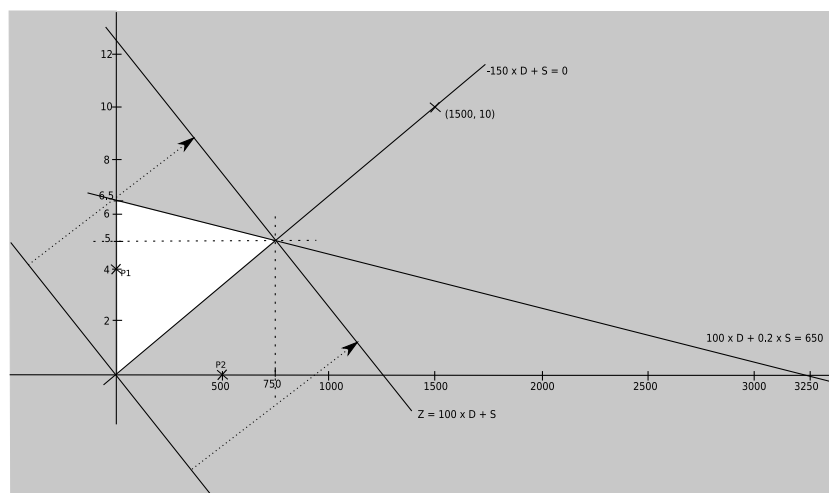

FIG. 2.32 – Résolution géométrique
Pour délimiter le domaine des solutions admissible (voir figure 2.32) :
- on trace la droite  $-150 \times D + S = 0$ . Elle divise notre plan en deux. D'un coté il y a des valeurs admissibles et de l'autre des valeurs qui ne répond pas à la contrainte (il faut que  $-150 \times D + S \leq 0$ ). Ici comme il y a un nombre négatif dans les facteurs, la logique de dire «inférieur veut dire en dessous de la droite» ne tient pas. Pour trouver de quel coté de cette droite se trouvent les valeurs admissibles, il suffit des tester un point de chaque coté. On calcule par exemple la valeur pour le point P1 ( $S = 0$  et  $D = 4$ , donc  $-150 \times D + S = -600$ ). On obtient  $-600$  qui est bien inférieur ou égale à 0, donc ce point est acceptable. Par contre pour le point P2 ( $S = 500$  et  $D = 0$  donc  $-150 \times D + S = 500$ ), la valeur obtenue 500, prouve que ce point n'est pas admissible. Donc sur le graphe de la figure 2.32, le domaine admissible des solutions se trouve au dessus de la droite  $-150 \times D + S = 0$ .